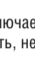

рис. 11
7.2.3 Кнопочный переключатель (рис.11) с лампой индикации имеет четыре кнопки с фиксацией.